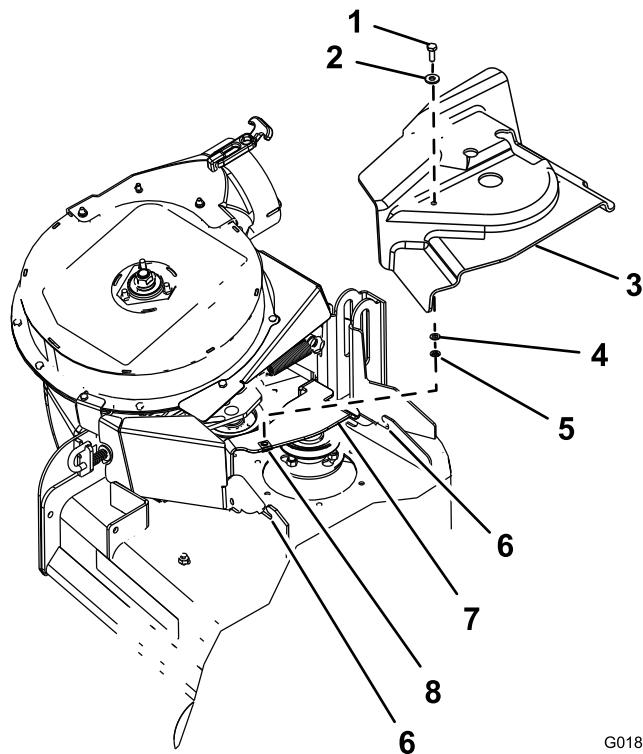

図 12
1. 図 12に示すように、ワッシャ $5/16 \times 3/4$ インチを六角ヘッドボルト $1/4 \times 3/4$ インチに組み付ける。
2. プロアドライブ・キットからのボルトとワッシャを、ベルトカバーの上部の穴に取り付ける図 12。
3. ベルトカバーの下から、ワッシャ $1/4 \times 1/2$ インチとリテナーを、六角ヘッドボルトのねじ山に取り付ける図 12。
2. ベルトカバーを、デッキフランジのノッチに合わせる図 12。
4. 六角ヘッドボルトで、ベルトカバーをカバー・ブラケットに固定する図 12。